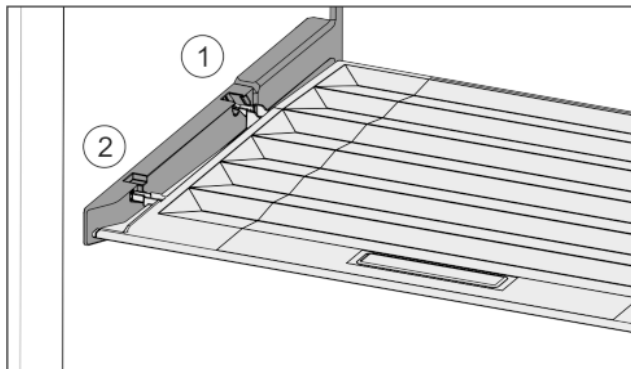

Fig. 28
- ▶ Introduceți nervura capacului prin orificiul suportului posterior Fig. 28 (1) și înclișetați-l în față în suport Fig. 28 (2).